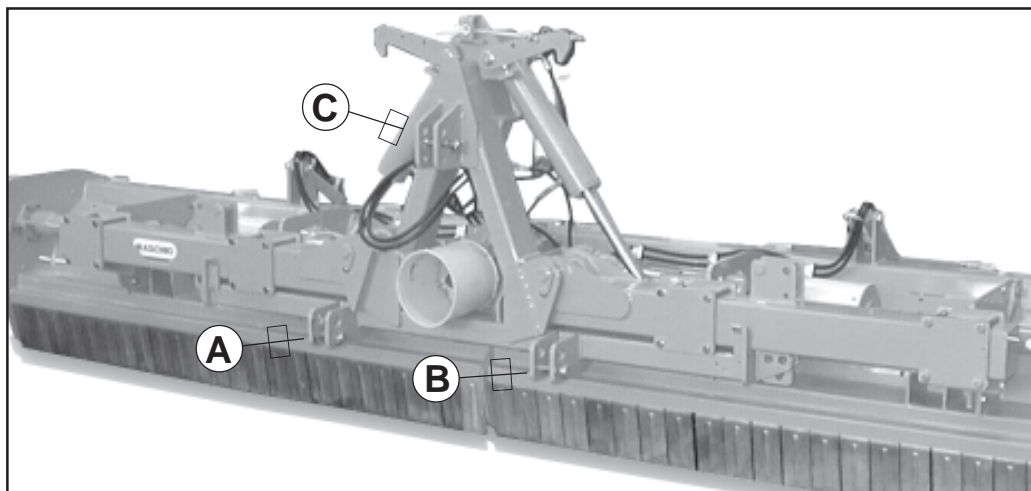

Fig. 7
Le piastre (A-B-C Fig. 7) vanno montate sempre e solo come illustrato in Fig. 7 con i fori posizionati anteriormente al tubo quadro.
The plates (A-B-C fig. 7) are always mounted only as illustrated in fig. 7, with the holes positioned in front of the square tube.
Die in Abb. 7 mit A-B-C angeführten Platten haben stets wie in dieser Abbildung aufgezeigt montiert zu werden - d.h. die Lochungen werden vor das Flachrohr gesetzt.
Les plaques (A-B-C Fig. 7) ne doivent être montées que comme illustré sur la Fig. 7 avec les trous positionnés à l'avant du tube carré.
Las placas (A-B-C Fig. 7) tienen que instalarse siempre y sólo como ilustrado en la Fig. 7, con los agujeros colocados adelante del tubo cuadrado.
- 1- Accostare le barre del sollevatore ponendole all'interno delle piastre (A-B-C Fig. 7), inserire il perno nel foro predisposto e bloccare con le copiglie a scatto.
- 1- *Near the lift bars, setting them in the most suitable plates (A-B-C Fig. 7). Insert the pin into the relative hole and lock in place with the snap-in split pins.*
- 1- Die Lenker des Krafthebers annähern und in die am besten geeigneten Platten schieben (A-B-C Abb. 7). Den Bolzen in das Loch stecken und mit dem einrastenden Splint blockieren.
- 1- *Approchez les barres du relevage en les plaçant à l'intérieur des plaques les plus appropriées (A-B-C Fig.7), introduisez l'axe dans le trou correspondant et débloquez par les goupilles à encastrement.*
- 1- Acercar las barras del elevador poniéndolas dentro de las placas más indicadas (A-B-C Fig. 7), introducir el perno en el orificio y bloquear con los pasadores de resorte.
- 4 -Collegare il terzo punto superiore (C Fig.7) ed effettuare una corretta regolazione con il tirante, verificando che il piano superiore della macchina risulti parallelo al piano terra. Ciò è molto importante allo scopo di ottenere il parallelismo tra asse albero presa di forza della macchina e quello della presa di forza del trattore. Operare in queste condizioni significa limitare le sollecitazioni sulla presa di forza stessa e prolungare la durata dell'albero cardanico e della macchina stessa.
- 4 - Connect the upper third-point (C Fig. 7) and correctly regulate by means of the adjuster, checking that the upper surface of the machine is parallel to the ground. This is very important since it achieves parallelism between the axis of the machine and that of the tractor pto. When the implement operates in these conditions, there will be less stress on the pto itself while the cardan shaft and implement will be much less subject to wear.
- 4 - Den oberen Kupplungspunkt (C Abb. 7) anschließen und den oberen Lenker korrekt einstellen. Sicherstellen, daß die obere Haubenkante der Maschine parallel zum Boden steht. Das ist sehr wichtig, um die Parallelität zwischen der Achse der Maschine und der der Schlepper-Zapfwelle zu erhalten. Wenn diese Parallelität gegeben ist, wird die Zapfwelle weniger belastet und das Leben von Gelenkwelle und Gerät wird verlängert.
- 4 - Reliez le troisième point supérieur (C Fig. 7) et réglez correctement à l'aide du tirant. Assurez-vous que le plan supérieur de la machine soit pratiquement parallèle au terrain. Ceci est très important en vue d'obtenir le parallélisme entre l'axe de la houe et celui de la prise de force du tracteur. Travailler dans ces conditions signifie limiter les sollicitations sur la prise de force et prolonger la durée de l'arbre à cardans, mais aussi de la machine.
- 4 - Conectar el tercer punto superior (C Fig. 7) y efectuar una correcta regulación con el tirante de regulación controlando que el plano superior de la máquina resulte paralelo al plano al nivel del suelo. Esto es muy importante para obtener paralelismo entre el eje de la máquina y el eje de la toma de fuerza del tractor. Esto permite limitar los esfuerzos sobre la toma de fuerza misma y hacer durar el árbol cardánico y la máquina misma.